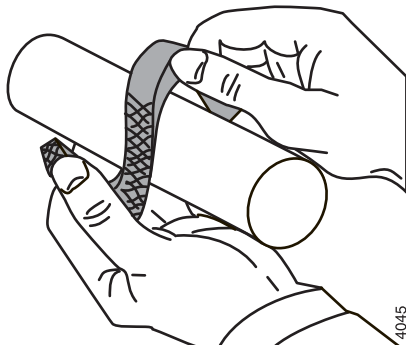

Figure 23: Ouverture d'une bague de garniture.
- 1 Installez les 5 bagues de garniture. Mettez-y les garnitures de telle sorte que les ouvertures se trouvent alternativement en haut. Il ne faut que écarter les bagues axialement comme indiqué à la figure 23.